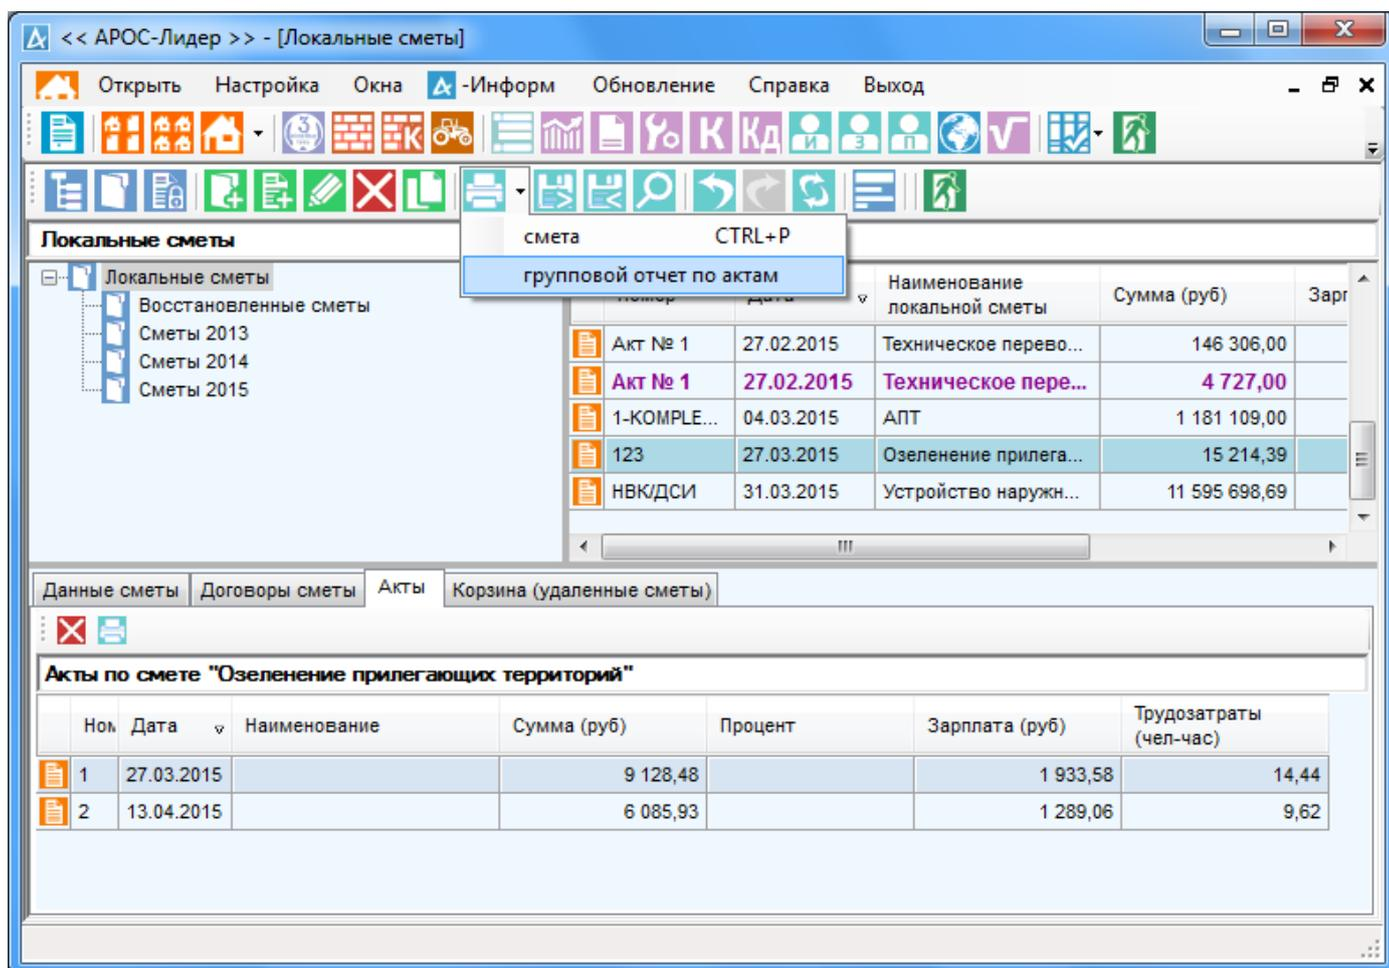

Рис. 7.24. Функция – групповой отчет по актам
- 5 – Нажмите на пункт «групповой отчет по актам» (рис.7.24);